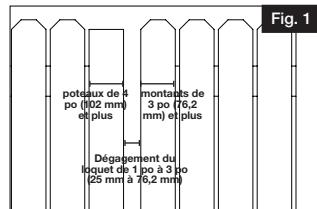

Fig. 1
- a. Le loquet de poteau contemporain avec poignée nécessite un dégagement de 1 po à 3 po (25 mm à 76,2 mm) et convient à des poteaux de 4 po (102 mm) et plus et des montants de 3 po (76,2 mm) et plus (Fig. 1).